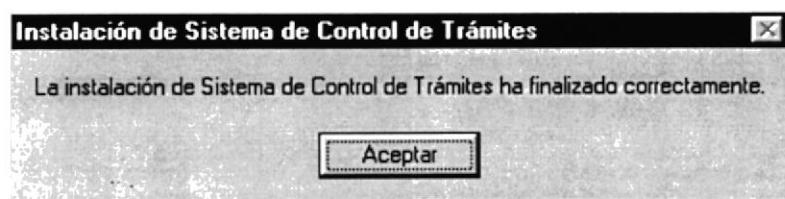

Figura 3.7 Pantalla Instalación Completa
10. Una terminada la copia de archivos de click en el botón **Aceptar** para aceptar la instalación, aparecerá la siguiente figura (ver figura 3.7)